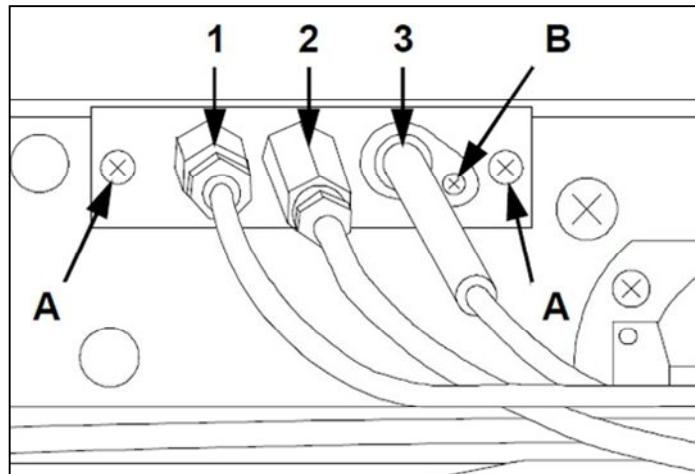

FIG.18
- Dévisser la thermocouple avec une clef fixe spéciale (FIG.18-Réf.1);
- Dévisser les 2 vis du SUPPORT (FIG.18-Réf.A);
- Rémonter la nouvelle veilleuse (FIG.18-Réf.2) selon les phases susmentionnées.
- Enlever la bougie en devissant la VIS (FIG.18-Réf.B);
- Rémonter la nouvelle BOUGIE (FIG.18-Réf.3) selon les phases susmentionnées.